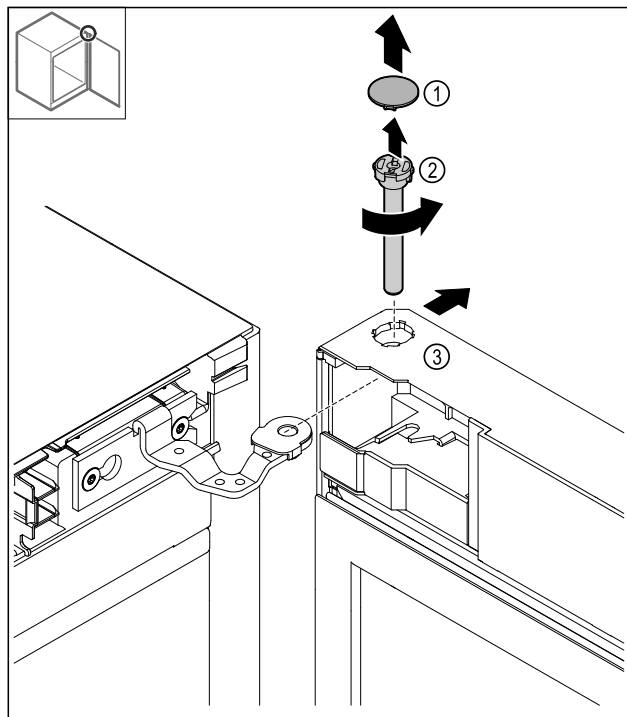

Fig. 18
- Ta av dekselet Fig. 18 (1).
- Løsne bolten Fig. 18 (2) mot urviseren og trekk ut.
- Vipp døren Fig. 18 (3) litt.